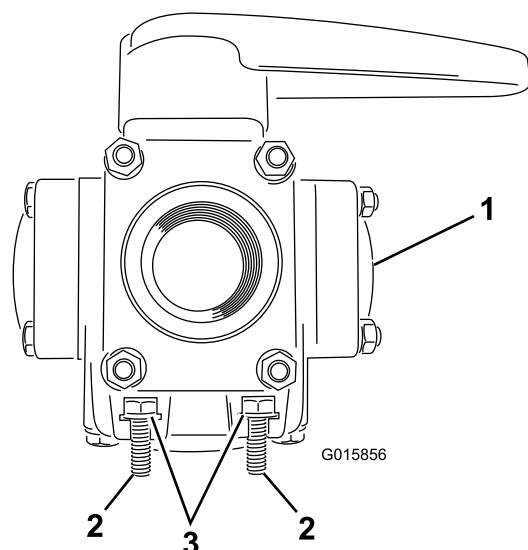

Figura 15
2. Inserite 4 bulloni (6mm) e 4 rondelle (6mm) nelle fessure della valvola a quattro vie (Figura 15).